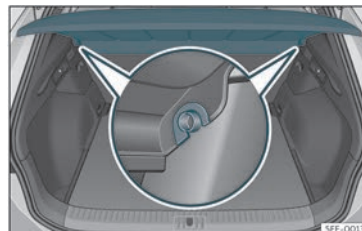

Fig. 110 Na bagageira: desmontar e montar a chapeleira.
- Desencaixe a chapeleira dos suportes laterais >>> **Fig. 110** puxando-a para cima e retire-a.
- Introduza a chapeleira horizontalmente fazendo coincidir a «fechadura» sobre o eixo dos suportes >>> **Fig. 110**, e pressione para baixo até que encaixe.